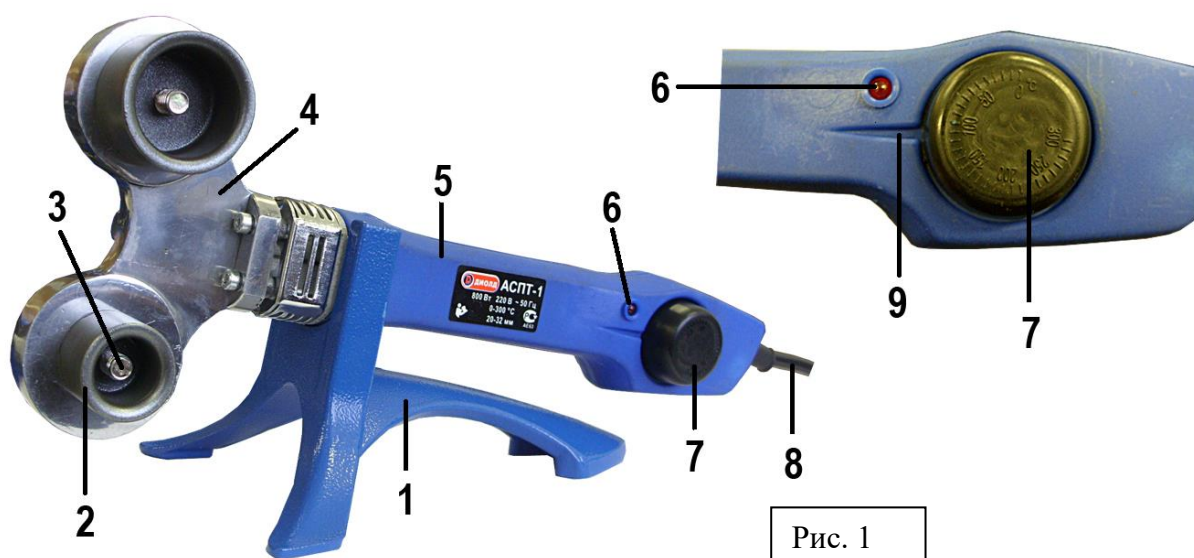

Рис. 1
4.1. Общий вид аппарата показан на рис. 1.
6.2. С обеих сторон нагревательного элемента поз. 4 (рис. 1, 2) установите сменные насадки, необходимые для работы, и закрепите их винтами. Насадки необходимо устанавливать так, чтобы наружный диаметр насадки не выходил за поверхность нагревательного элемента. Насадки должны быть чистыми.